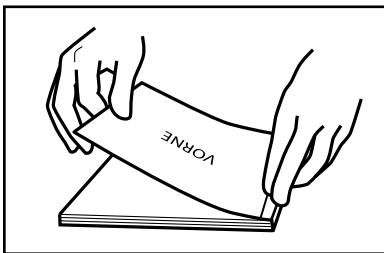

ABBILDUNG 21
8. Legen Sie die Vorderseite des Umschlages vorsichtig über den Buchblock. Fangen Sie in der Mitte an, reiben Sie vor und zurück, um den Umschlag an dem Klebstoff des Dokumentes zu befestigen (siehe Abbildung 21).